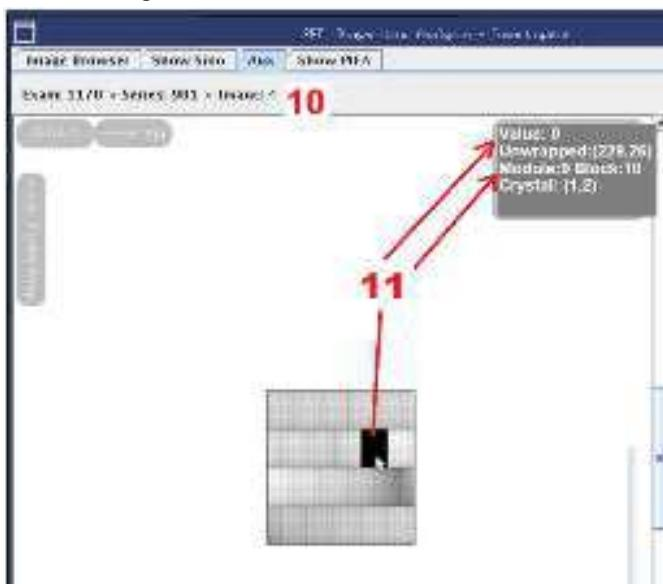

Figure 3 : Étapes 10 à 11 à l'aide de l'outil « **Investigator** » (investigation)
11. Examinez le schéma de disposition des détecteurs et vérifiez si le détecteur « Module : 9 » est nettement plus sombre que les autres modules, comme l'indiquent la couleur et la valeur qui s'affichent lorsque vous passez la souris sur le module. Un module sombre est susceptible d'indiquer un dysfonctionnement, comme le montre la figure 3.